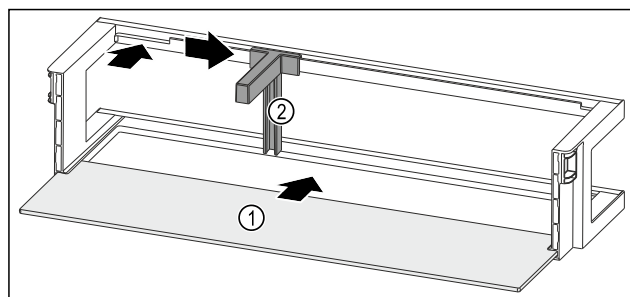

Fig. 125 Dveřní přihrádka s odkládací plochou
- Odkládací plochu Fig. 125 (1) zasuňte do bočních vybrání.
- Držák lahví Fig. 125 (2) vložte do vybrání.
- Držák lahví Fig. 125 (2) posuňte na stranu do požadované polohy.